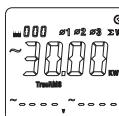

图8-7
- 最后按SELECT键，如图8-7，显示三相总视在功率值。